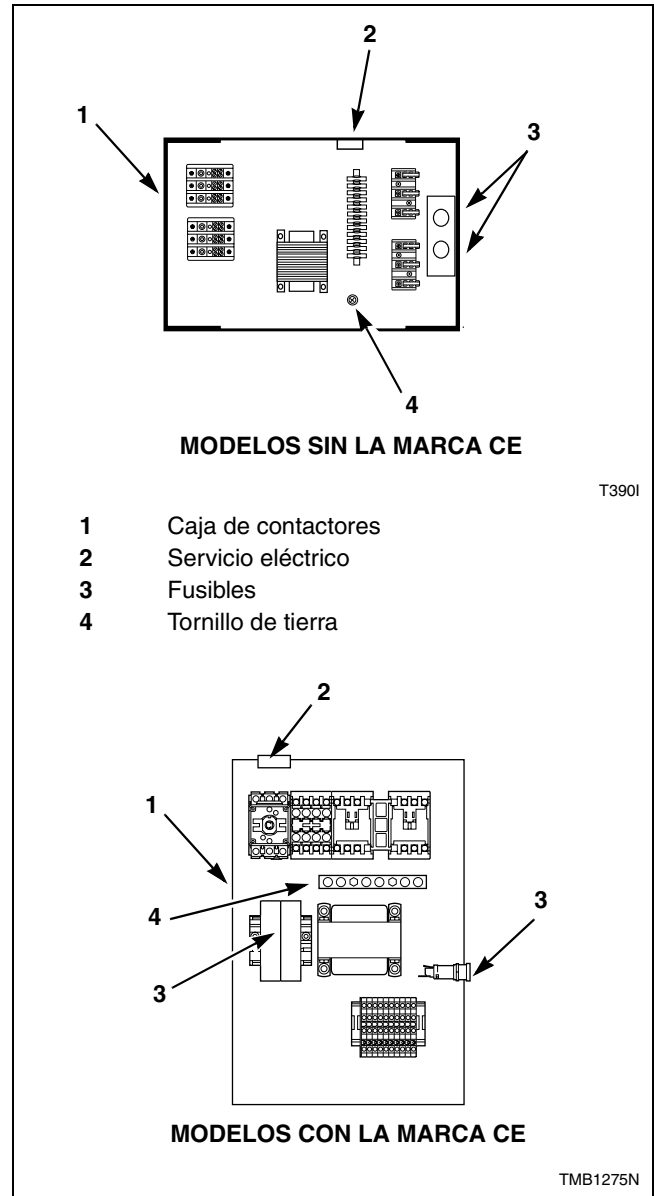

Figura 18
2. Conecte los cables recubiertos por un conducto al interruptor general o el disyuntor. Conecte los cables al terminal correspondiente del bloque de terminales. El cable de tierra debe conectarse a la conexión a tierra según se muestra en la *Figura 18*.